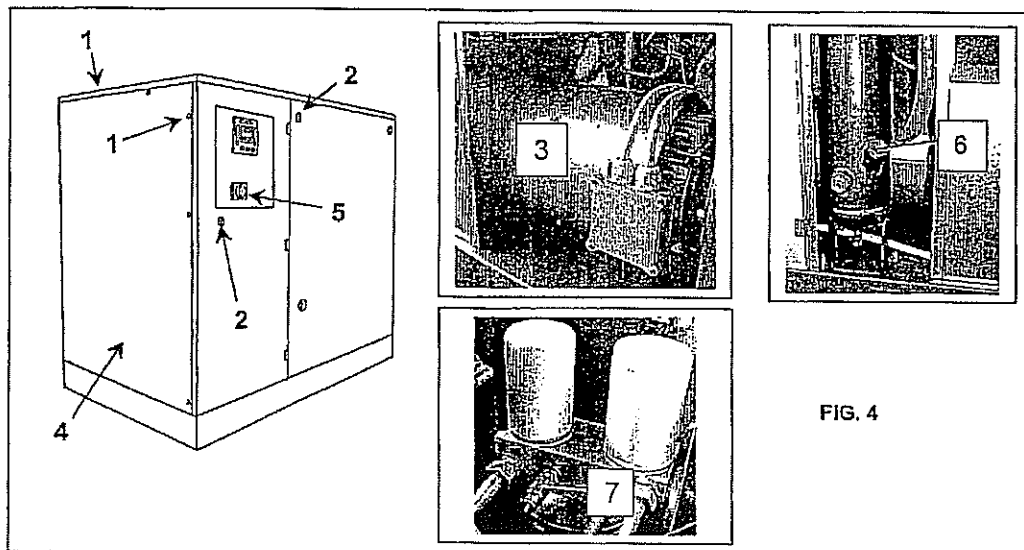

FIG. 4
7.1 DISPOSITIVOS DE SEGURIDAD PARA COMPRESOR DE TORNILLO (Fig. 4)